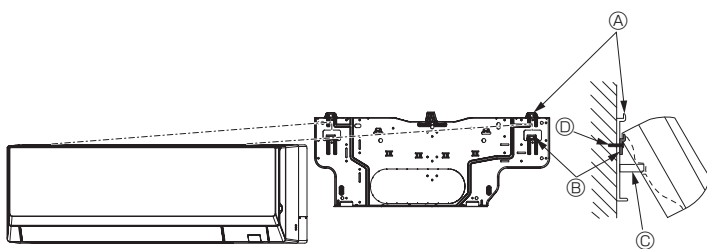

Fig. 3-26
- Si la unidad interior no puede colgarse y levantarse con el gancho normal (las dimensiones de 2.1. ⓧ (el espacio entre el techo y la unidad) son como máximo de 75 mm, 2-61/64 pulg.), cuelgue la unidad en el gancho inferior. (Fig. 3-26)
(Fig. 3-26)